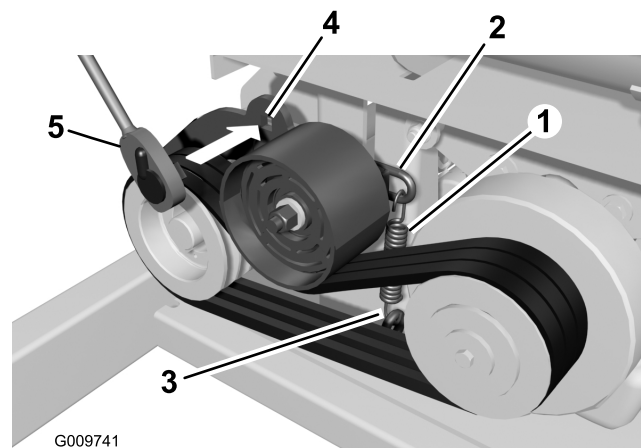
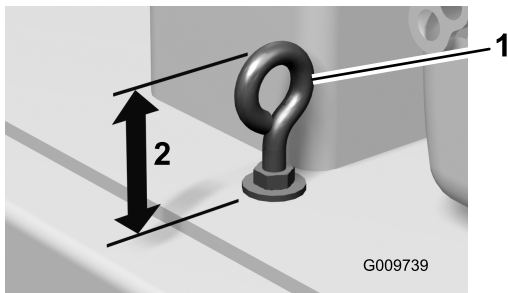

Figure 55
Figure 58
2. Contrôlez l'état de la courroie (Figure 55).
- B. Insérez une clé à douille dans le trou carré du bras de la poulie de tension et tournez la clé vers le haut (Figure 55).
4. Pour augmenter la tension du ressort et donc augmenter la tension de la courroie, réduisez la hauteur du boulon à œil en desserrant l'écrou supérieur et serrant l'écrou inférieur (Figure 55 & Figure 58).